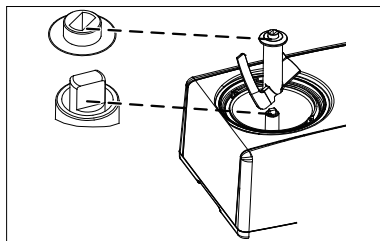

Fig. 3
- ▶ Avant d'utiliser l'appareil pour la première fois, puis avant chaque utilisation, nettoyez toutes les pièces mobiles (couvercle (1), bras mélangeur (3) et accessoires) ainsi que le bol (11) dans l'appareil avec un chiffon doux et un produit vaisselle classique.
- ▶ Placez le bol dans la sorbetière sur l'arbre d'entraînement (2).
- ▶ Fixez le bras mélangeur sur le bol en veillant à ce qu'il soit bien installé sur l'arbre d'entraînement (voir **fig. 3**).